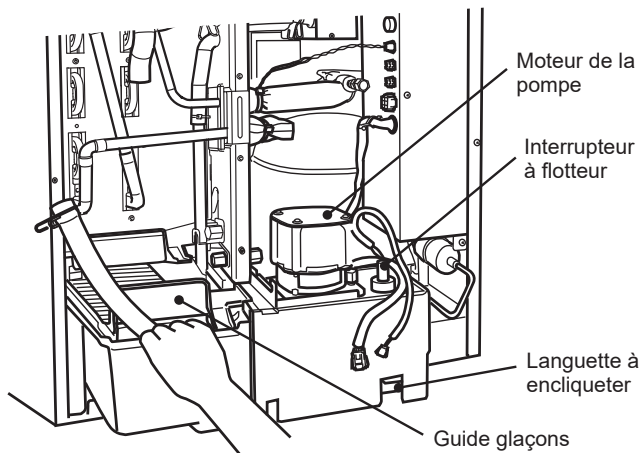

Fig. 4
- 5) Retirer ensemble le réservoir d'eau, le guide glaçons, le support du moteur de la pompe, le moteur de la pompe et le commutateur à flotteur. Voir fig. 4.